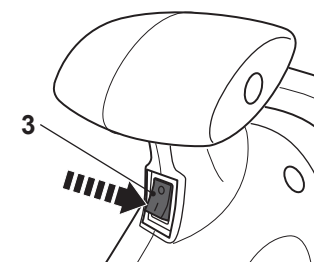

Fig. 10
- > Coloque el interruptor de encendido/apagado (3) en la posición de encendido (I) para encender el producto (fig. 10).
- > Coloque el interruptor de encendido/apagado (3) en la posición de apagado (O) para apagar el producto.